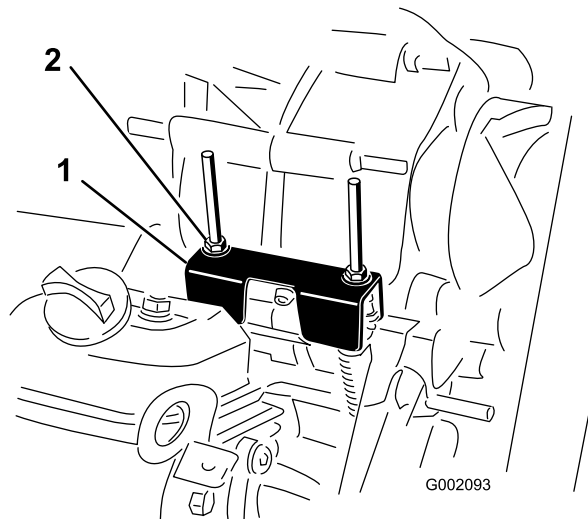

Рисунок 61
(на уровне кронштейна крепления троса, расположенного под кронштейном переключения передач), повернув ведомое сцепление (Рисунок 61).
Прежде чем выполнять плановое техобслуживание и (или) диагностику двигателя, коробку передач необходимо переключить в положение НЕЙТРАЛЬ (Рисунок 61). У автомобиля есть положение НЕЙТРАЛЬ на рычаге переключения передач, которое включает нейтральное положение в трансмиссии. Выполните следующие действия, чтобы убедиться в правильной работе рычага переключения трансмиссии в нейтральном положении:
3. Поверните одну из контргаек (Рисунок 61), чтобы получить зазор от 0,762 до 1,52 мм между нижней частью гайки/шайбы и кронштейном нейтрали.